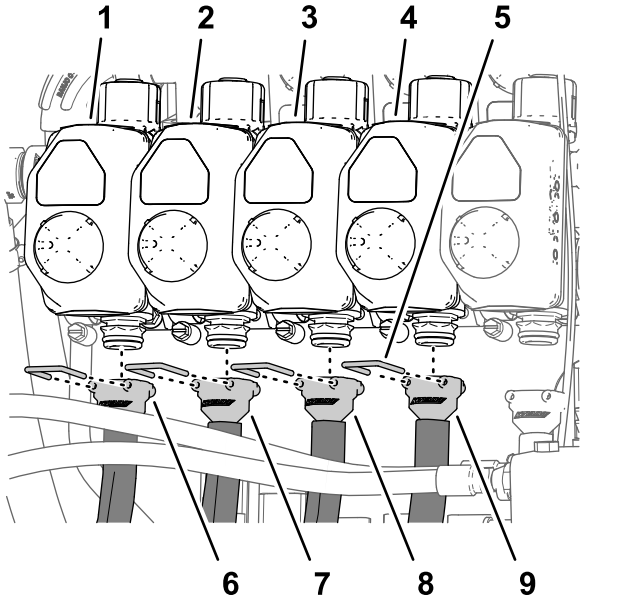
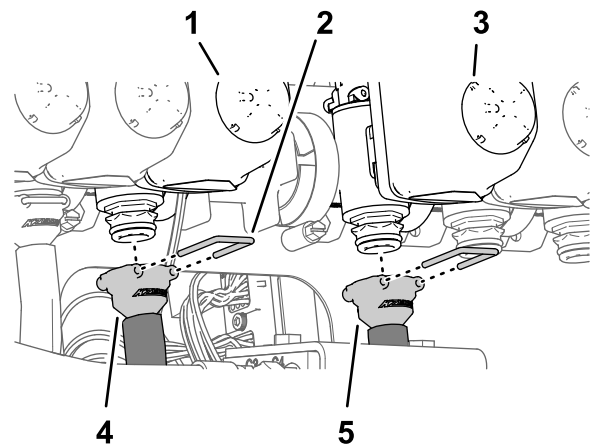
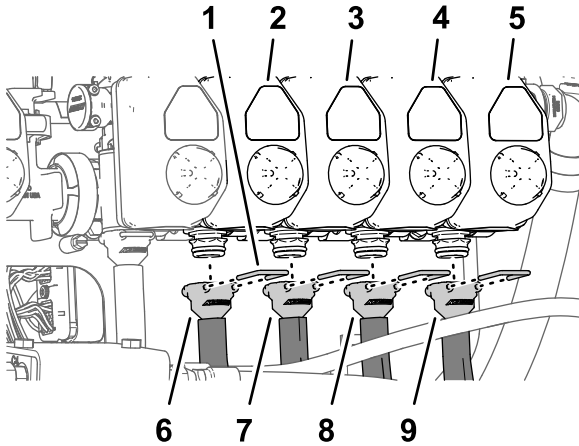

Bild 124
Bild 125
Bild 126
Hinweis: Informationen zu den Düsenventilstellungen finden Sie in Bild 124 in Montieren der Schläuche an den Düsenventilen 1 bis 4 \(Seite 58\), Bild 125 in Montieren der Schläuche an den Düsenventilen 5 bis 6 \(Seite 58\) und Bild 126 in Montieren der Schläuche an den Düsenventilen 7 bis 10 \(Seite 59\).
1. Befestigen Sie das gerade gezahnte Anschlussstück des Zulaufschlauchs (279 cm) an der Kupplung des Düsenventils 1 (Bild 124).
2. Befestigen Sie das gerade Anschlussstück mit einem Halter an der Kupplung (Bild 124).
3. Befestigen Sie das gerade gezahnte Anschlussstück des Zulaufschlauchs (234 cm) an der Kupplung des Düsenventils 2 (Bild 124).
4. Befestigen Sie das gerade Anschlussstück mit einem Halter an der Kupplung (Bild 124).
5. Befestigen Sie das gerade gezahnte Anschlussstück des Zulaufschlauchs (188 cm) an der Kupplung des Düsenventils 3 (Bild 124).
6. Befestigen Sie das gerade Anschlussstück mit einem Halter an der Kupplung (Bild 124).
7. Befestigen Sie das gerade gezahnte Anschlussstück des Zulaufschlauchs (188 cm) an der Kupplung des Düsenventils 4 (Bild 124).
8. Befestigen Sie das gerade Anschlussstück mit einem Halter an der Kupplung (Bild 124).
1. Befestigen Sie das gerade gezahnte Anschlussstück des Zulaufschlauchs (81 cm) an der Kupplung des Düsenventils 5 (Bild 125).
2. Befestigen Sie das gerade Anschlussstück mit einem Halter an der Kupplung (Bild 125).
3. Befestigen Sie das gerade gezahnte Anschlussstück des Zulaufschlauchs (81 cm) an der Kupplung des Düsenventils 6 (Bild 125).
4. Befestigen Sie das gerade Anschlussstück mit einem Halter an der Kupplung (Bild 125).
1. Befestigen Sie das gerade gezahnte Anschlussstück des Zulaufschlauchs (188 cm) an der Kupplung des Düsenventils 7 (Bild 126).
2. Befestigen Sie das gerade Anschlussstück mit einem Halter an der Kupplung (Bild 126).
3. Befestigen Sie das gerade gezahnte Anschlussstück des Zulaufschlauchs (188 cm) an der Kupplung des Düsenventils 8 (Bild 126).
4. Befestigen Sie das gerade Anschlussstück mit einem Halter an der Kupplung (Bild 126).
5. Befestigen Sie das gerade gezahnte Anschlussstück des Zulaufschlauchs (234 cm) an der Kupplung des Düsenventils 9 (Bild 126).
6. Befestigen Sie das gerade Anschlussstück mit einem Halter an der Kupplung (Bild 126).
7. Befestigen Sie das gerade gezahnte Anschlussstück des Zulaufschlauchs (279 cm) an der Kupplung des Düsenventils 10 (Bild 126).
8. Befestigen Sie das gerade Anschlussstück mit einem Halter an der Kupplung (Bild 126).